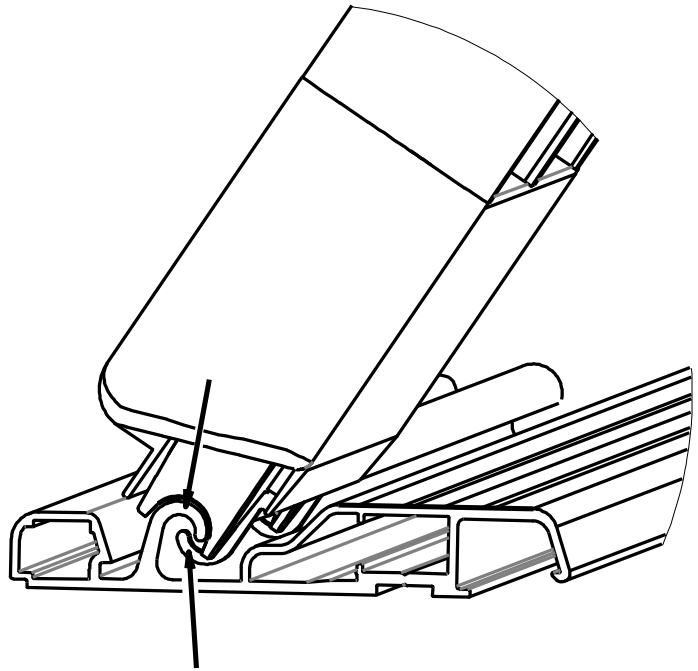

Bild 201
- 3) Anstecken aller Elemente an das verankerte Schienenelement laut Kapitel 2. (Bild 201 und 202).
2.2. Für das Einfassen der Segmente sind 2-6 Personen erforderlich, je nach Situation (Windstärke, Größe der Abdeckung, Zugang zur Installationsstelle etc.). Das Segment wird in die Schiene so eingeschoben, dass der Verankerungshaken des Segments in den Haken in dem jeweiligen Schienensegment greift (Bild 201).